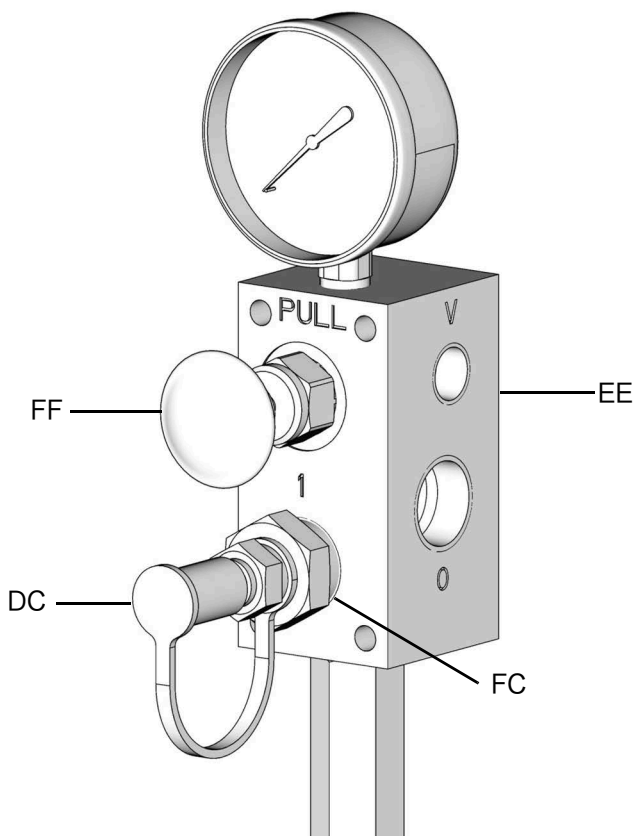

图 15
3. 从加注阀 (EE) 上的加注耦合器 (FC) 卸下防尘盖 (DC) (图 15)。
- 连接远程加注站泵 (AA) 和加注耦合器 (FC) 端口 (标记 “I”) 之间的补料管路 (GG) (图 15)。
- 断开补料管路 (GG) 与加注耦合器 (FC) 之间的连接 (图 15)。
- 更换加注耦合器 (FC) 上的防尘盖 (DC)。